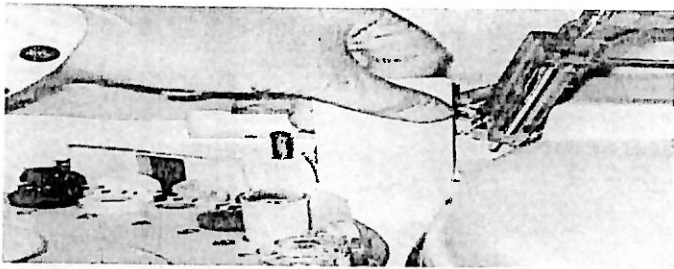

Imagen 57. Lectura tarjeta código de barras.
- Empujar la tarjeta hasta alcanzar un tope (ver Imagen 57).